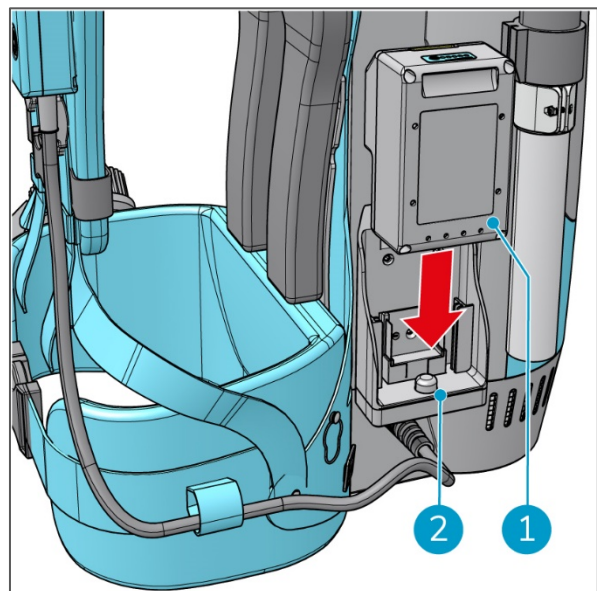

Abbildung 12
1. Setzen Sie den Akku (Abbildung 12, Pos. 1) in die Halterung (Abbildung 12, Pos. 2) ein. Er muss hörbar einrasten. Der Akku ist jetzt fixiert. Wiederholen Sie diesen Vorgang für den zweiten Akku.